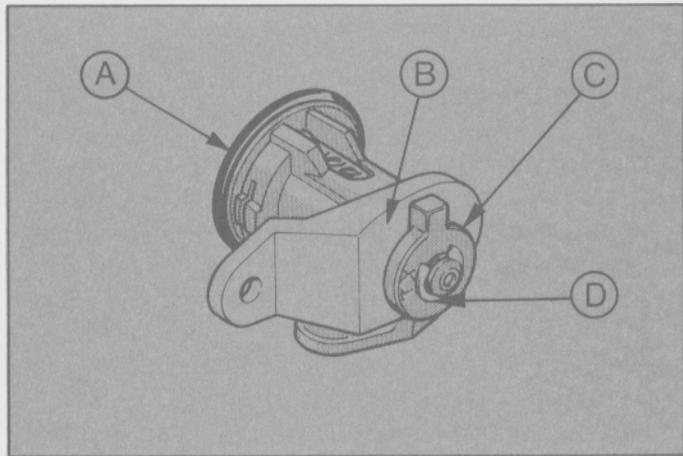

Fig. 337 - Conjunto de cilindro de cerradura.
- Desenganchar el anillo elástico de retención del casquete y separar la placa de extremo y la palanca de bloqueo de nylon (Fig. 337).
- Montar el anillo elástico de extremo y comprobar el giro de la placa y la palanca (Fig. 337). Extraer la llave.